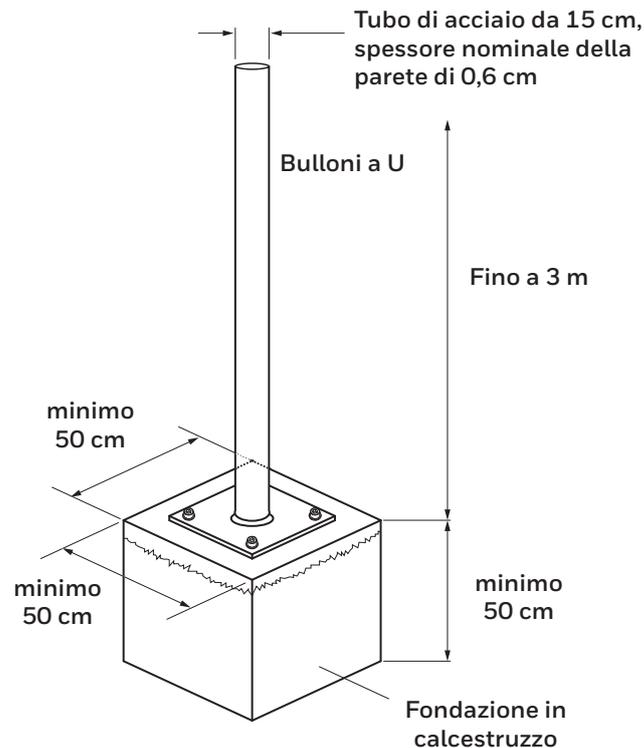

Figura 5. Struttura portante in tubo d'acciaio
3. Fissare la staffa di montaggio universale assemblata (o l'adattatore per piastra di montaggio per staffa di montaggio universale) al palo. Allineare la scanalatura a V della flangia della staffa con il palo per un buon posizionamento. Fissare la staffa con due bulloni a U e quattro dadi con rondelle. In alternativa, fissare la staffa utilizzando i fermagli per vite senza fine (Figura 5).